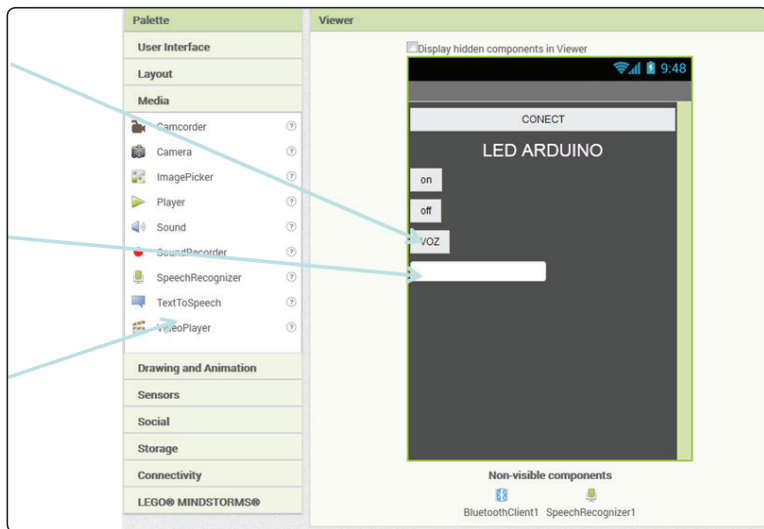

Figura 3.2-13. Diseño final de la aplicación de la actividad en App Inventor
- Utilizamos como base el programa de encender el LED con la voz de la Actividad 3.2.5. No será necesario añadir ningún componente más, quedando por lo tanto, el diseño que se muestra en la Figura 3.2-13.